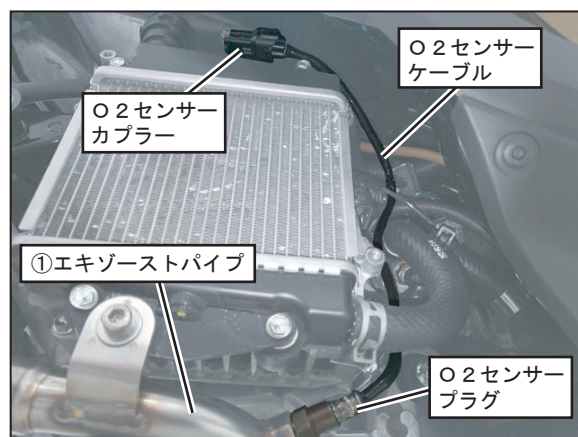

FIG. 18
12. O2センサーのケーブルをFIG. 18を参照して、ケーブルに負荷のかからない様に配線し、カプラーを車両のステーに戻した後、接続して下さい。（FIG. 18 参照）